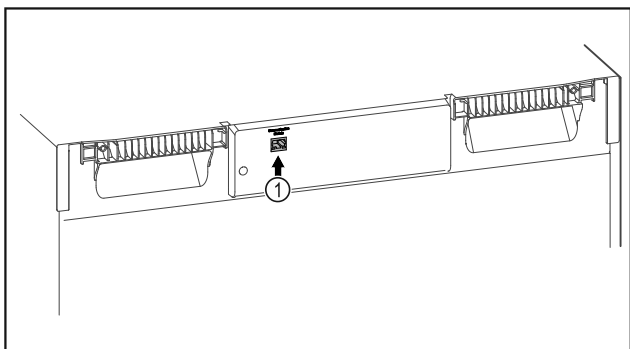

Fig. 103
- ☐ SmartModule Fig. 103 (1) je nasadený.